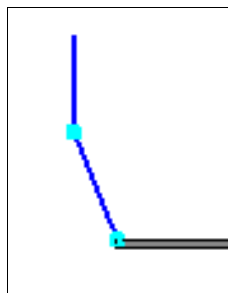

Рис. 22.17. Эскиз сгиба
- ◆ выделите любую грань и создайте на ней эскиз, как на рис. 22.17.